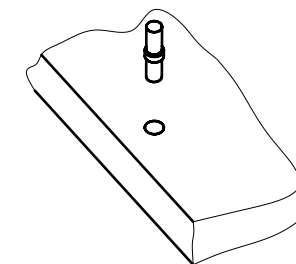

Рис.3
2. Установить полкодержатели в плоскостные отверстия деталей 2, 3, 5 (Рис. 3).
4. С помощью конфирматов прикрепить детали 8, 9 к деталям 2, 3 (Рис. 3).